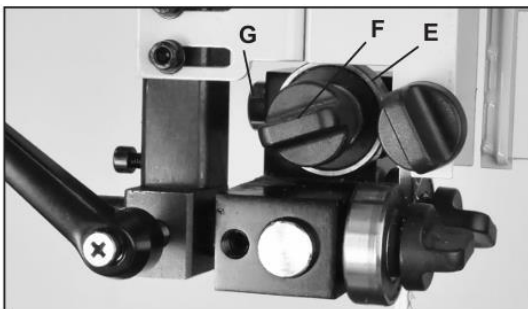

Рис. 24
4. Отрегулируйте направляющую заднего подшипника (Рис. 24, E) так, чтобы она находилась на достаточном расстоянии от задней части пильного диска. Отпустите фиксирующую рукоятку направляющей (#17C, F) и переместите заднюю направляющую в направлении лезвия, нажав на конец стержня задней направляющей (#27C, G). После этого затяните рукоятку. Рис. 24.